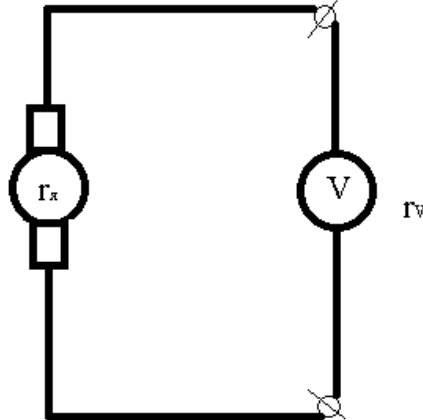

Рис. 2
5. Какова относительная погрешность измерения ЭДС генератора (рис.2) при измерении ее вольтметром с сопротивлением 10 ком? Внутреннее сопротивление генератора  $r_g = 0,2 \text{ ом}$ .